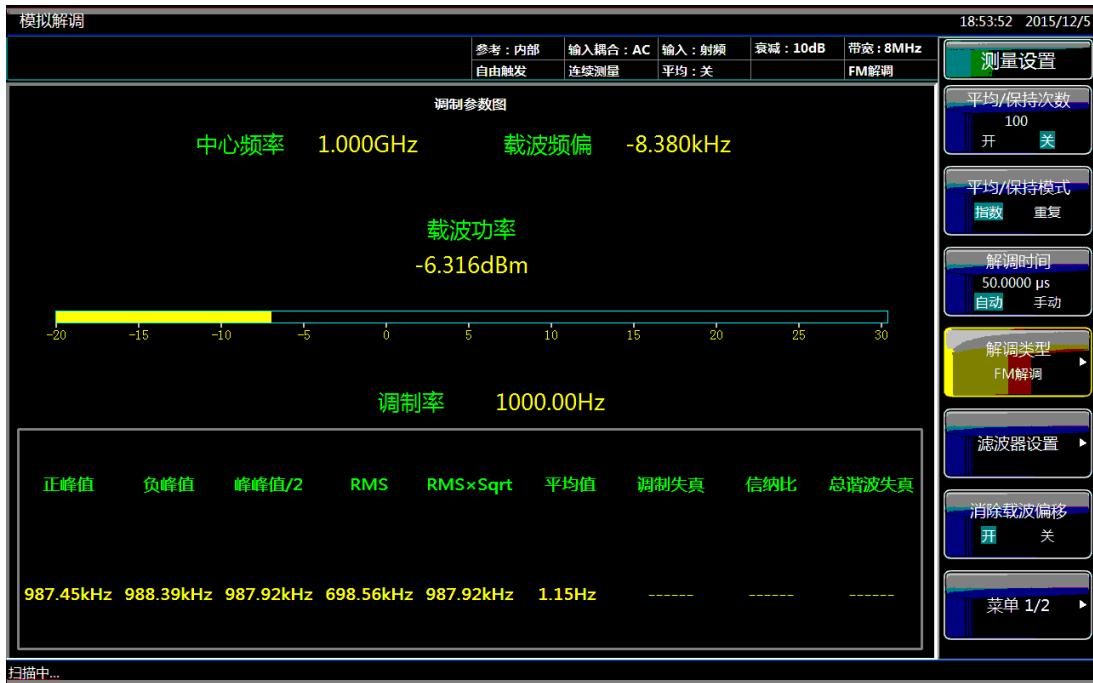

图 4.18 FM 信号测量结果
- h) 当测量完成后，正峰值检波方式测得的调制频偏、速率、失真和信纳比的测量结果就会同时显示在屏幕上。屏幕的下方会显示当前的测量设置。如图 4.18 所示：
j) 各种检波方式下的测量结果如图 4.18 所示。